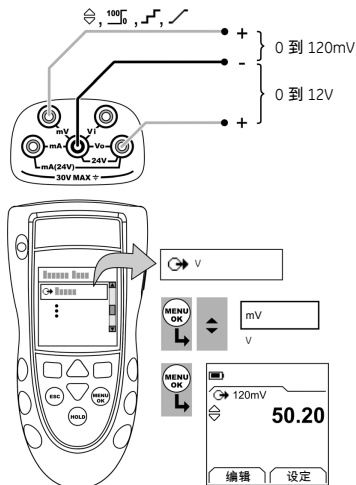

图 2 : 配置示例- 提供毫伏或伏特
1. 连接仪器 (图 2), 如有必要, 调设置 (表 1)。